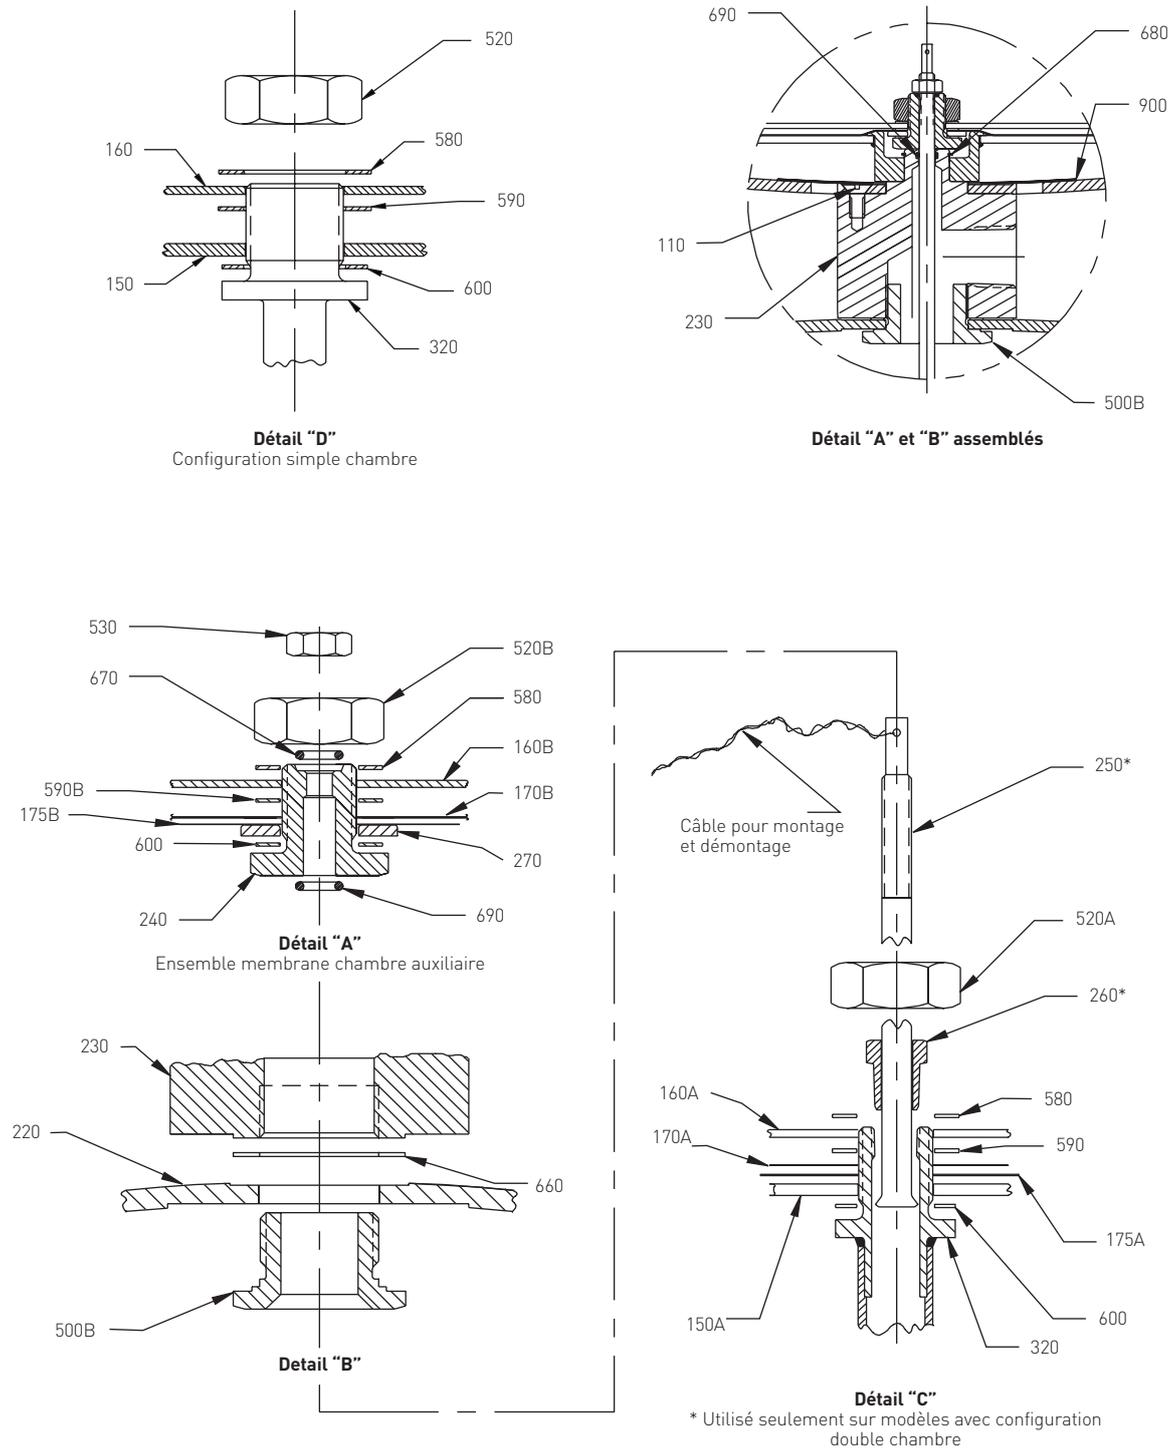

FIGURE 3
2. Enlever les vis de coquille de la chambre auxiliaire supérieure (700) et les écrous (730) et ôter la coquille supérieure de la chambre auxiliaire (210B).
3. Insérer un câble fin d'une longueur de 15 à 20 cm au travers du perçage au sommet de la tige de levée (250) pour retenir la tige de levée (250). (Voir Figure 3, détail C)
5. Enlever les écrous (530 et 520B) et le joint O-ring en PTFE (670). (Voir Figure 3, détail A)
6. La tige de levée (250) est liée au fouloir du plateau auxiliaire (240) par un filetage. Dévisser la tige de levée (250) du fouloir en tournant la tige (250) dans le sens des aiguilles d'une montre jusqu'à ce qu'elle se libère et retombe à l'intérieur de la tige (320).
7. Enlever les vis de coquille de la chambre principale (700/710). Enlever les goujons (810) du corps (100). Enlever en soulevant l'ensemble complet constitué de la coquille inférieure de l'actionneur auxiliaire (280B), et de la coquille supérieure de la chambre principale (220) reliées entre elles par l'adaptateur (230).
*Veillez à ne pas endommager la buse (460) lors de l'extraction de l'ensemble clapet (910, 920).*
12. Dévisser dans le sens inverse des aiguilles d'une montre l'ensemble clapet (910, 920) de la tige principale (320). Cette opération s'effectue normalement à la main, sinon, utiliser une clé de 3/16" sur les plats du moyeu de clapet (420). Le filetage se libérera, puis se serrer, puis se libérer de nouveau en se désengageant de l'hélicoïde de blocage (330) dans la tige (320). Cela permet de séparer l'ensemble clapet (910, 920), l'ensemble membrane (150, 160A, 170A) et la coquille inférieure.
13. Tout en maintenant la tige (320) immobile, enlever l'écrou (520A) de l'ensemble membrane (150, 160A, 170A). Séparer de la tige (320) l'ensemble complet constitué des membranes (170A, 175A, 950, 960) des rondelles (580, 590, 600), des joints (620A), des plateaux (150A, 160A) et de la coquille inférieure (280A) (Voir Figure 3, détail C).
#### 2.6.1 Configuration simple chambre (Voir Figure 3, détail D)
(Voir Figure 3, détails A, B, C)